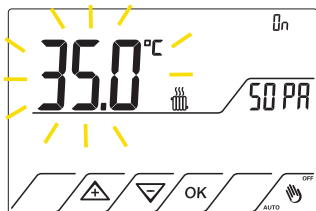

Fig.46
11.4.4 Premere il tasti  $\triangle$  o  $\nabla$  per impostare il valore prescelto nel range da 2 a 60°C. Fig.46 (di default 35°C).